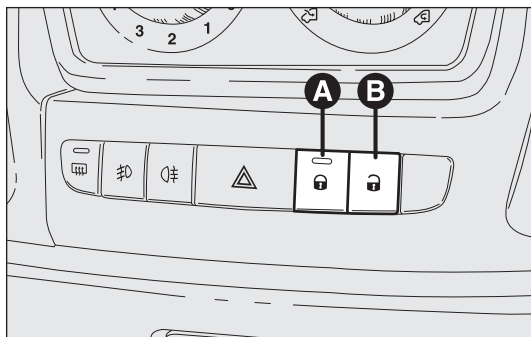

рис. 113
Если открыта одна или несколько дверей, после нажатия кнопки  на пульте ДУ указатели направления и индикатор на кнопке А – рис. 113 быстро мигают в течение примерно 3 секунд. При активной функции кнопки А и В – рис. 113 отключены. Быстрым двойным нажатием кнопки  на пульте ДУ включается устройство dead lock (см. параграф «Устройство dead lock»).
Нажмите кнопку А – рис. 113, чтобы блокировать замки дверей, нажмите кнопку В, чтобы разблокировать замки дверей. Блокировка/разблокировка замков дверей происходит централизованно (передние и задние). Когда замки дверей заблокированы, горит индикатор на кнопке А, одно нажатие на кнопку В вызывает централизованную разблокировку замков всех дверей и отключение контрольной лампы. Когда замки дверей разблокированы, индикатор на кнопке не горит и одно нажатие кнопки вызывает централизованную блокировку замков всех дверей. Блокировка замков дверей включается, только если все двери закрыты.
разблокировка невозможна с помощью кнопки А – рис. 113 на приборной панели.
- ☐ кнопок А–В – рис. 113 блокировки/разблокировки, препятствуя таким образом открытию дверей изнутри салона, если сделана попытка взлома (например, разбито стекло).
Включение устройства обозначается 3 вспышками указателей поворота и миганием индикатора на кнопке А – рис. 113, расположенной на панели.